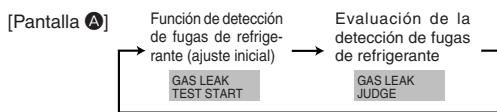

Fig. 8-2
- Pulse el botón CLOCK (▼) y seleccione [GAS LEAK TEST START] (INICIO DE PRUEBA DE FUGAS DE GAS). (Fig. 8-2)